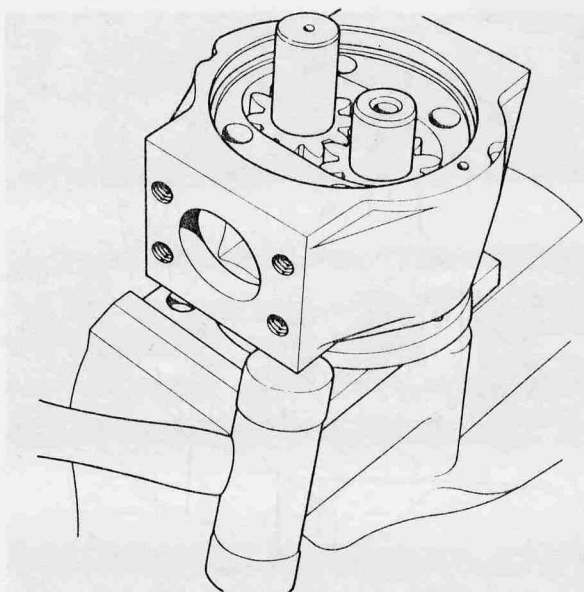

Fig 163. Demontering av mellanstycke.
5. Ta bort mellanstycket 16, se fig 163.